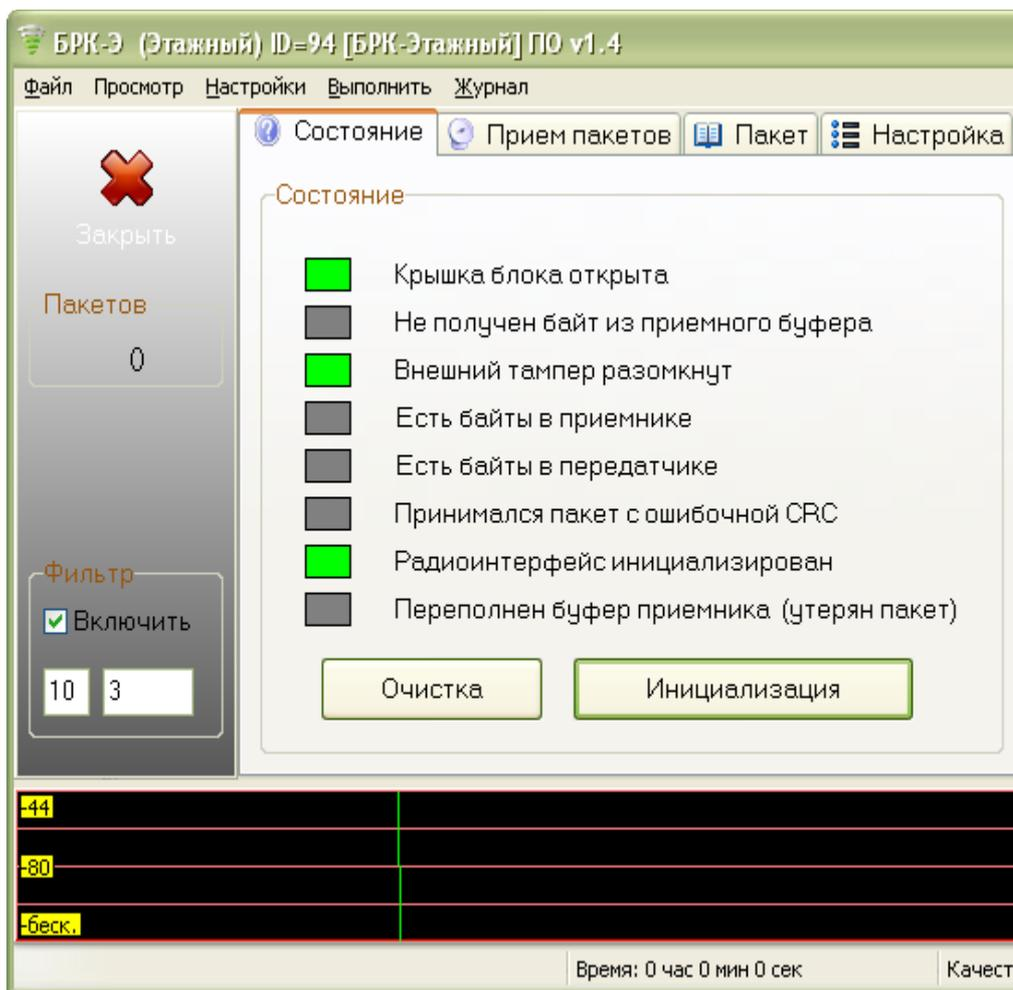

Рисунок 12 - Окно настроек БРК-Э 04
2) В основном окне БРК-Э 04 выполнить команду «Тест», выбрать вкладку «Состояние» (рисунок 12) и выполнить команды:
3) На вкладке «Состояние» проверить байт состояния БРК-Э04 (рисунок 12):
Разомкнуть цепь «сухой контакт» разъема ХТ2 и проверить поступление сигнала «Внешний тампер разомкнут» в программе RASOS (рисунок 12). Замкнуть цепь «сухой контакт» и проверить поступление сигнала «Внешний тампер замкнут».